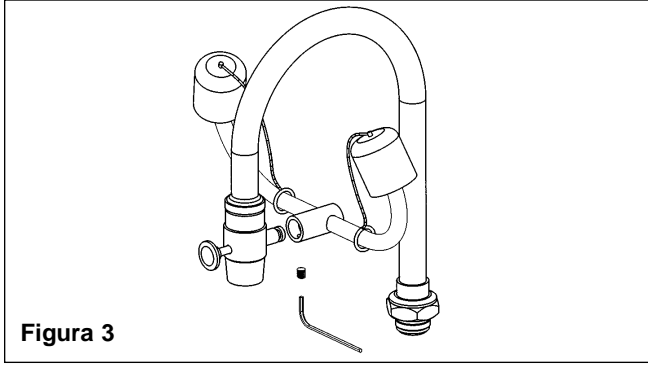

Figura 3
1. Extraer el tornillo Allen del conjunto de horquilla del lavajos utilizando la llave para tuercas Allen pequeña que se adjunta (ver la figura 3).